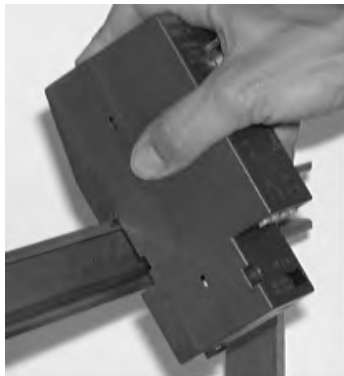

Bild 5-1 Montage eines Moduls auf einer Standardhutschiene
- Hängen Sie die oberen Rasthaken des Moduls in die Hutschiene ein und drücken Sie die Unterseite, wie in Bild 5-1 gezeigt, auf die Schiene bis sie hörbar einrastet.